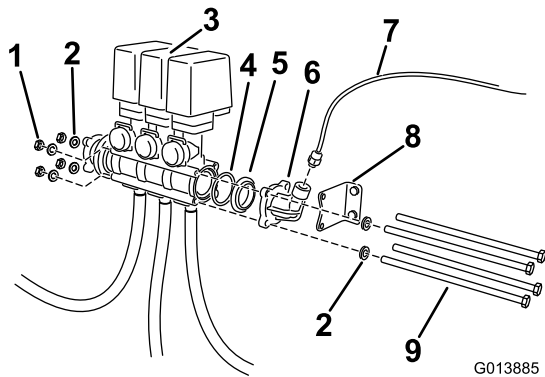

图4
2. 旋松紧固阀门总成(图4)的长螺栓和紧固件。卸下并留好所有紧固件。将阀门总成移至右侧。
3. 卸下弯头适配器和垫片(图4)。找到固定在现有阀体底部的O形圈。留好所有零件。从现有阀门总成上卸下支架。